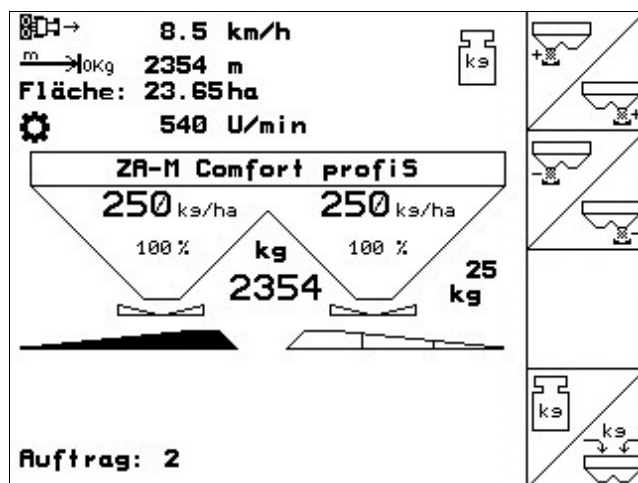

Рис. 6
- Во время работы **рабочее меню** (Рис. 6) отображает все необходимые характеристики распределения. Отсюда распределитель обслуживается во время внесения удобрений.